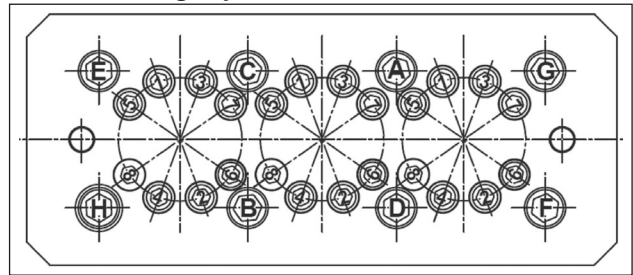

Abb. 51
** Die Befestigungsschrauben des Kopfs müssen in den Phasen und der Reihenfolge gemäß Schema in Abb. 51 festgezogen werden.
**** Die Befestigungsschrauben der Buchsen müssen in den Phasen und der Reihenfolge gemäß Schema in Abb. 51 festgezogen werden.